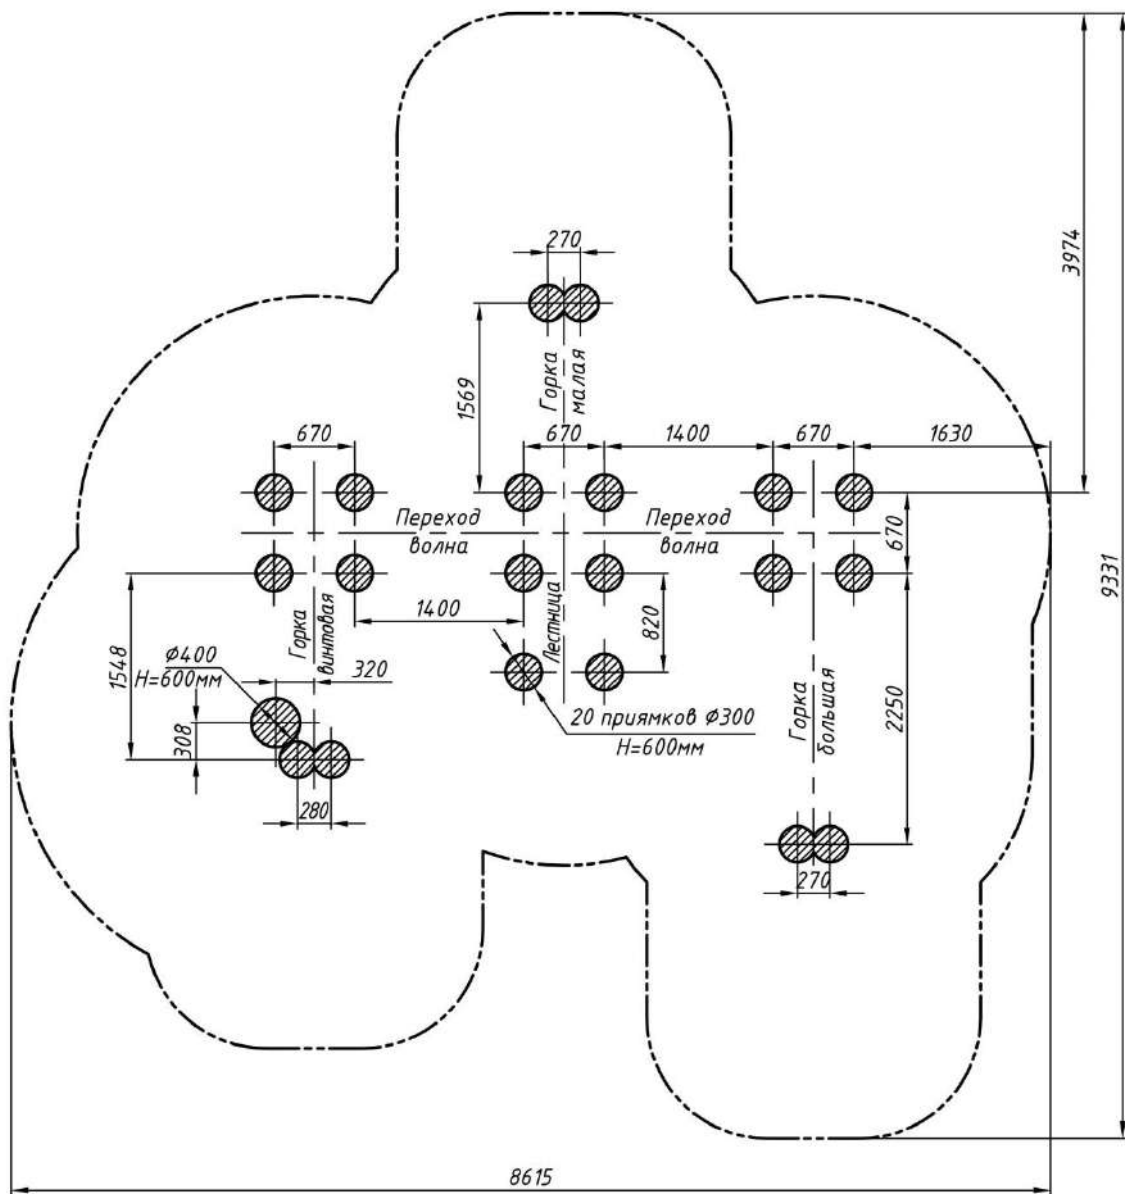

Рис.3 План фундамента игрового комплекса РТР 21-08-Т1
12.6. Монтаж заключается в сборке составных модулей и деталей игрового комплекса с последующим бетонированием металлических столбов в заранее подготовленные приямки. Фундаментные приямки выполняются в соответствии с планом фундамента (рис. 3).